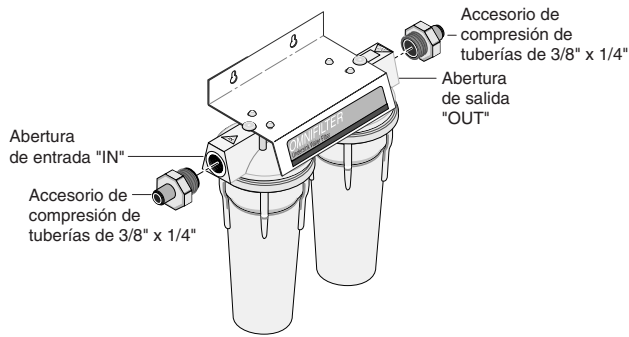

Figura 7
11. Instale los dos accesorios de compresión fileteados en la caja del filtro. Consulte la Figura 7.